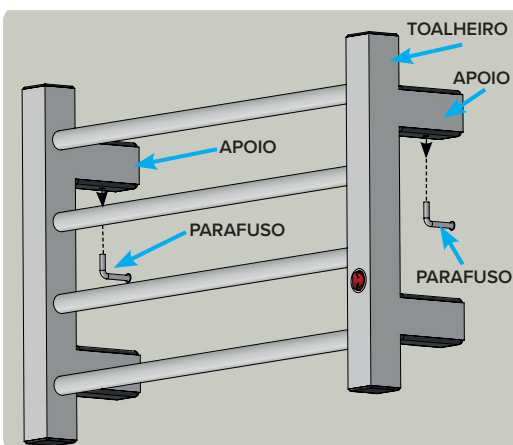

Figura 15 – Instalação do Toalheiro nos Parafusos Escápula
**7. ALINHAR** os furos dos apoios do Toalheiro nos Parafusos Escápula M5 x 70 mm e **INSTALAR** o Toalheiro. A correta instalação do Toalheiro se dá quando todos os 4 (quatro) apoios tocam a parede simultaneamente (Figura 15).